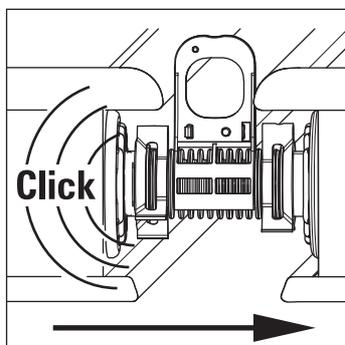

Figura 3-28 Spingere i collettori piani l'uno contro l'altro
8. Spingere fino in fondo il collettore piano successivo verso l'ultimo collettore montato (Figura 3-28). Deve sentirsi lo scatto delle graffe di fissaggio. La distanza tra i collettori piani si ottiene automaticamente grazie alla lunghezza dei compensatori sui manicotti inseriti.